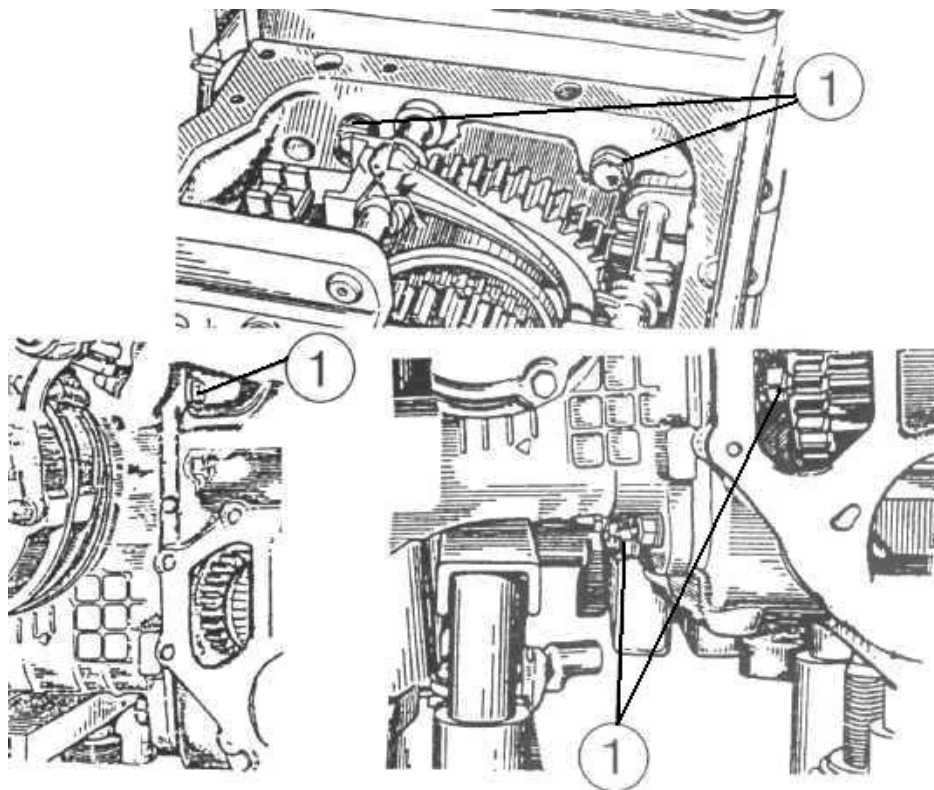

Рисунок 4.26
3) отверните болты (1) (**рисунок 4.26**) и гайки крепления коробки передач к корпусу заднего моста и корпусу муфты сцепления. Отсоедините КПП от корпуса сцепления и заднего моста.